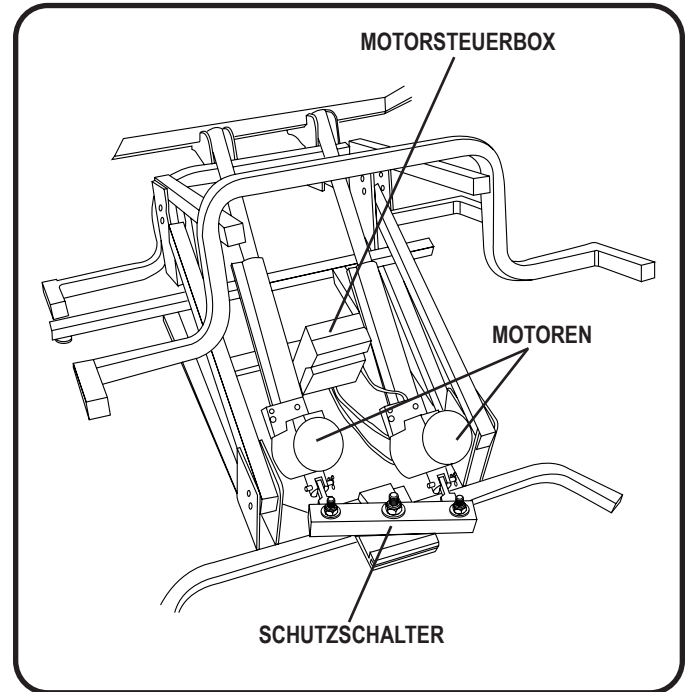

Abbildung 5.1 Nicht synchronisierte Motoren
1. Aktivieren Sie die Handsteuerung am Liftstuhl. Wenn keine Bewegung in beide Richtungen erfolgt, überprüfen Sie, ob die Motoren nicht synchron sind und ob der druckempfindliche Sicherheitsschalter aktiviert wurde. Bei nicht synchronisierten Motoren wird ein Motor weiter ausgefahren als der andere und ein eingeklemmter Sicherheitsschalter (**Abb. 5.1**).